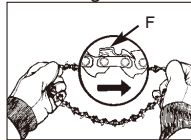

Fig. 3D
7. Läg ut kedjan med kedjans skåreggar (F) vända i ROTATIONSRIKTNINGEN (Fig. 3D).